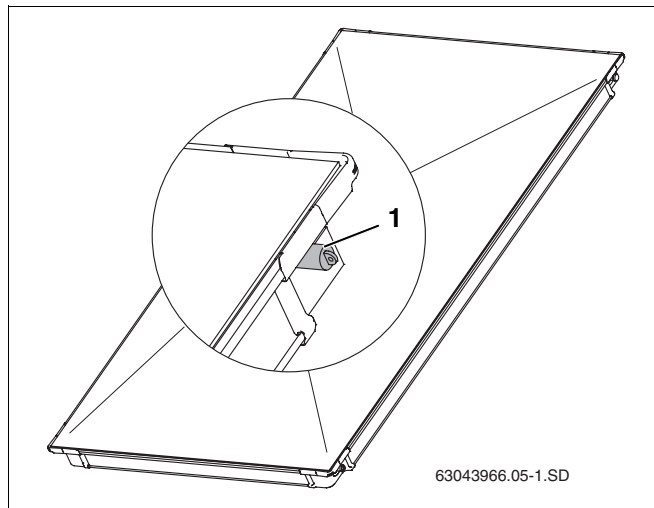

Fig. 5 Cappucci in plastica per gli attacchi dei collettori
- Rimuovere i cappucci in gomma (fig. 5, **pos. 1**) solo poco prima del montaggio.